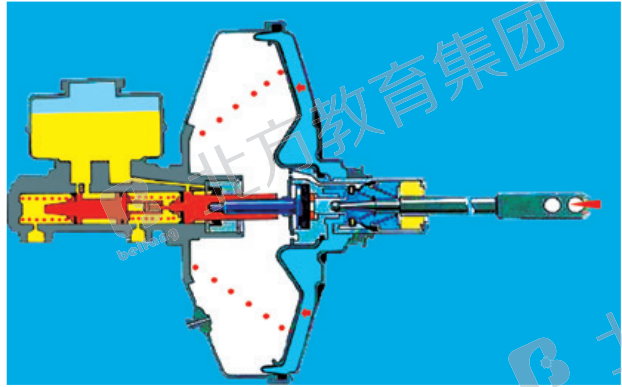

图5 真空助力器的工作原理图(中间工作阶段)
2)当制动踏板踩下时,起初气室膜片座1固定不动,来自踏板机构的操纵力推动控制阀推杆5和控制阀柱塞8相对于膜片座1前移。当柱塞与橡胶反作用盘6间的间隙消除后,操纵力便经反作用盘6传给制动主缸推杆7。同时,橡胶阀门3随同控制阀柱塞前移,直到与膜片座1上的真空阀座接触为止。此时,伺服气室前后腔隔绝(如图5所示)。